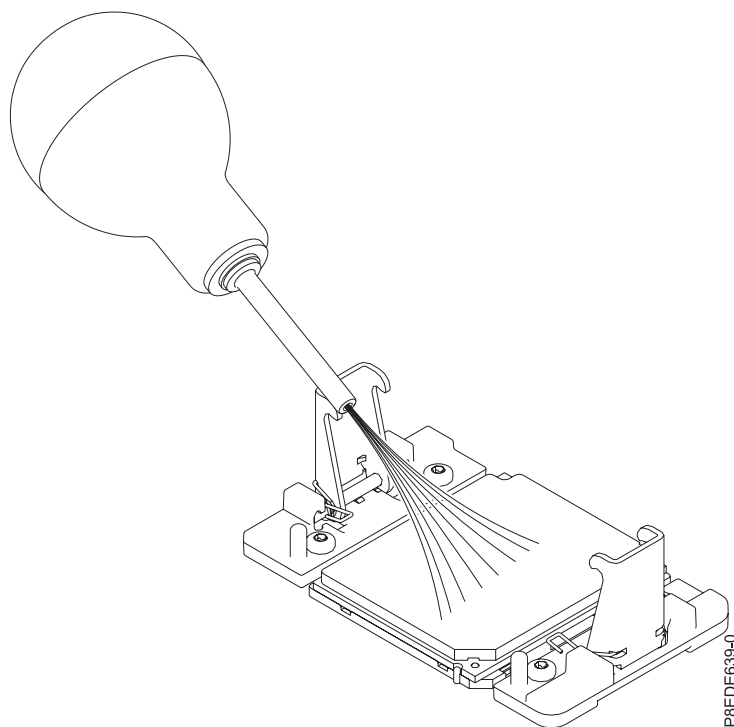

Figura 28. Removendo poeira e resíduos da área do módulo de processador do sistema
- Se houver poeira ou fragmentos, use a bomba de ar fornecida (número de peça 45D2645) para limpar a área do módulo de processador do sistema resfriado por água. Se sua bomba de ar não estiver montada conforme mostrado no Figura 28 na página 29, prenda a ponta no bulbo. Solte pequenas rajadas de ar do centro para os lados do módulo de processador do sistema, conforme mostrado na Figura 28 na página 29.